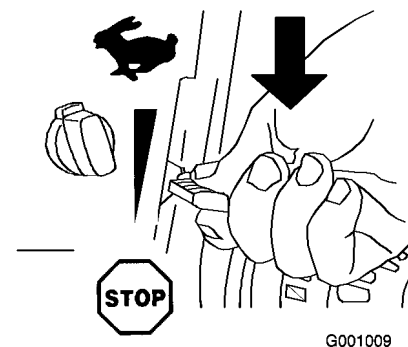

Bild 25
1. Schieben Sie den Gasbedienungshebel auf die Stopp-Stellung (Bild 25).